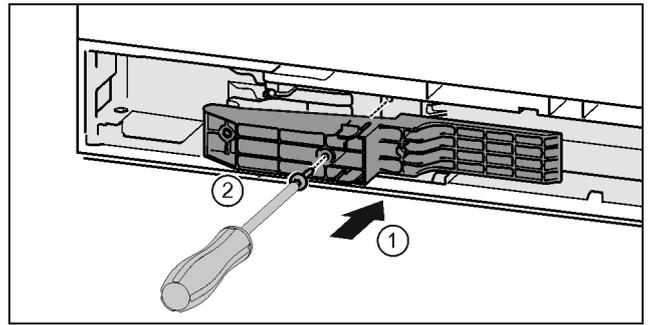

Fig. 37 *
- ▶ Introducir la pieza adaptadora en la entalladura del lado del tirador. Fig. 37 (1)*
- ▶ Apretar los tornillos con el destornillador T15. Fig. 37 (2)*